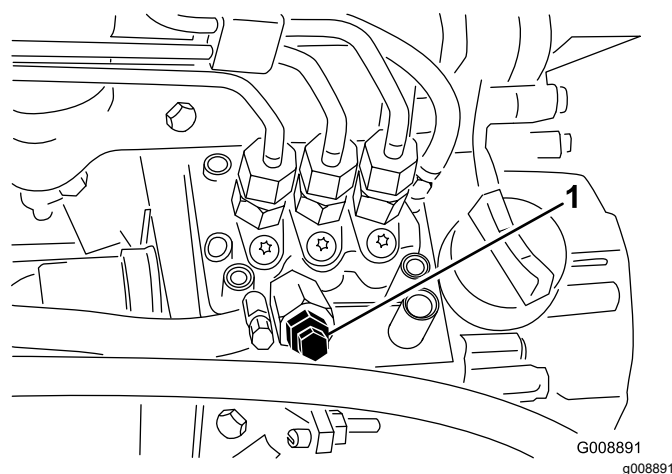

Figura 39
4. Desaperte o parafuso de purga que se encontra na bomba de injeção de combustível (**Figura 39**).